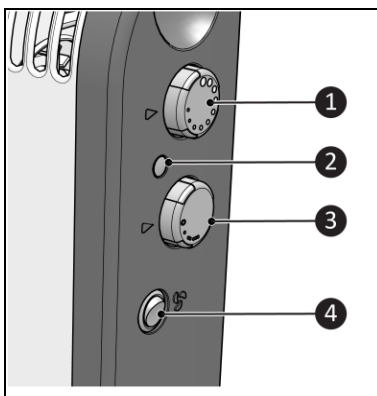

Figure 8
1. Tournez le bouton de réglage (figure 8, pos. 3) sur la position souhaitée :
2. Tournez le bouton du thermostat (figure 8, pos. 1) sur la position maximale. La veilleuse s'allume (figure 8, pos. 2).
3. Lorsque la température de la pièce a atteint la valeur souhaitée, tournez lentement le bouton du thermostat (figure 8, pos. 1) dans le sens inverse des aiguilles d'une montre jusqu'à ce que vous entendiez un clic. Le thermostat maintient la température actuelle en allumant et éteignant le chauffage.
4. Pour une distribution plus rapide et efficace de la chaleur, allumez le ventilateur (figure 8, pos. 4).
5. Au besoin, tournez le bouton de réglage (figure 8, pos. 3) pour augmenter ou diminuer la puissance.
6. Au besoin, tournez le bouton du thermostat (figure 8, pos. 1) pour augmenter ou diminuer la puissance.
1. Tournez le bouton du thermostat (figure 8, pos. 1) sur sa position maximale.
2. Laissez le bouton de réglage (figure 8, pos. 3) sur OFF.
3. Allumez le ventilateur (figure 8, pos. 4).
1. Assurez-vous que le bouton de réglage est en position OFF (figure 8, pos. 3).
2. Assurez-vous que le commutateur du ventilateur est en position OFF (0) (figure 8, pos. 4).